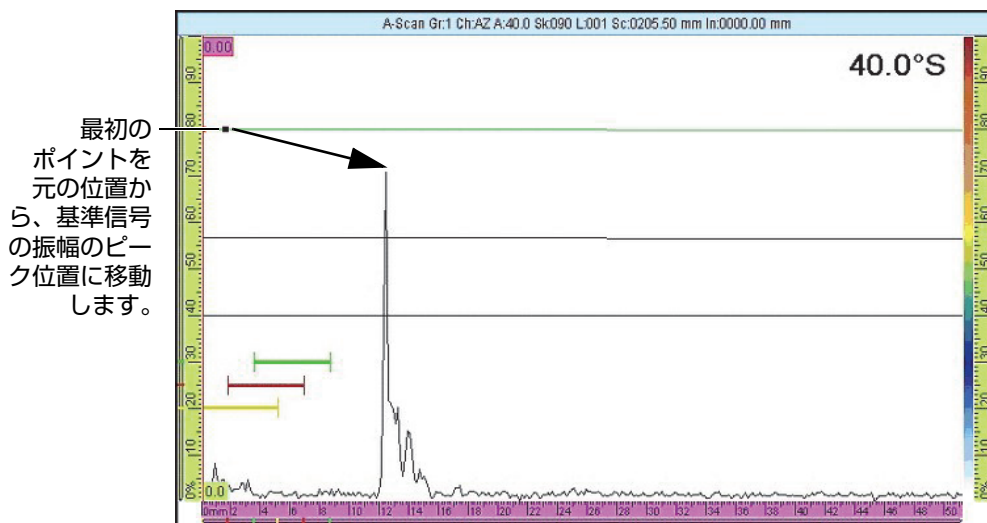

図 6-6 DAC カーブの最初のポイント
3. DAC カーブに追加する最初のポイントに対応する基準反射源に合わせ、最大信号振幅を描くように探触子を配置します (182 ページの図 6-6 参照)。